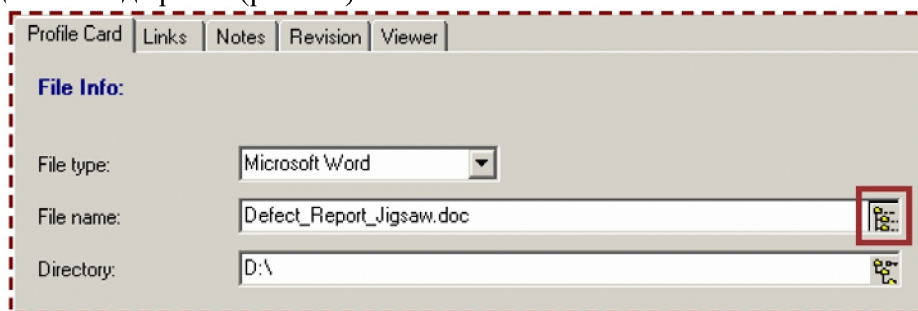

Рис.22. Выбор файла с сообщением о дефекте
- Используйте кнопку File Browser (подсвеченную ниже), чтобы выбрать файл с сообщением о дефекте (рис. 22).